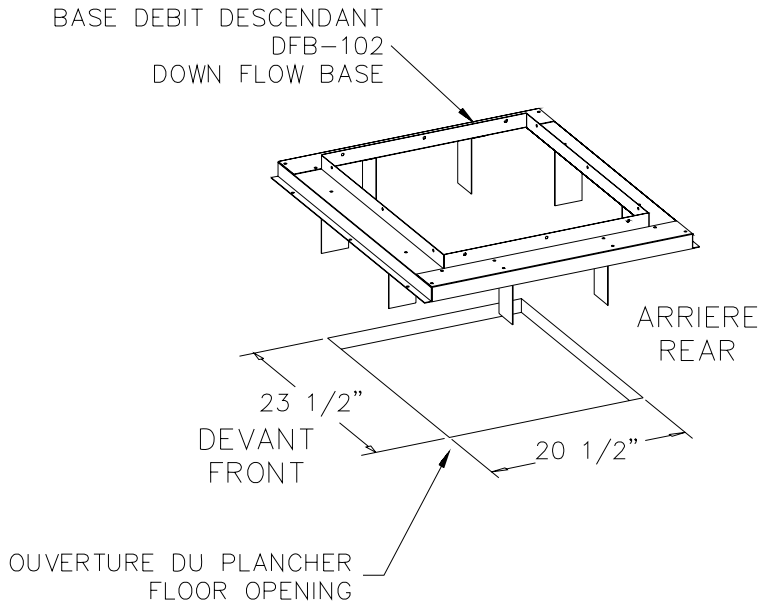

FIGURE 1
La base doit être insérée dans l'ouverture du plancher avec les 8 espaceurs de 2" de large orientés vers le bas tel qu'illustré à la figure 1.
The down flow base must be inserted in the floor opening with the eight (8) 2" wide spacers facing down as shown in Figure 1. These spacers will ensure a 2" air space between the combustible floor and the supply air plenum.